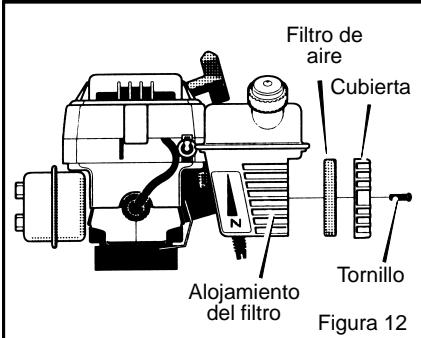

Figura 12
2. Quite los **tornillos** de la **cubierta del filtro de aire** (ver Figura 12). Retire la **cubierta del filtro de aire** y el **filtro de aire**.